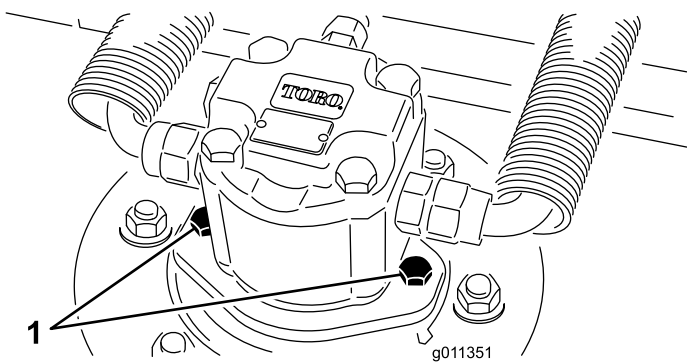

Рисунок 67
2. Отсоедините и демонтируйте гидромотор с деки (Рисунок 67). Накройте верхнюю часть шпинделя для предотвращения загрязнения.
4. Установите гидроцилиндр на деку (Рисунок 67). Убедитесь, что уплотнительное кольцо находится в штатном положении и не повреждено.